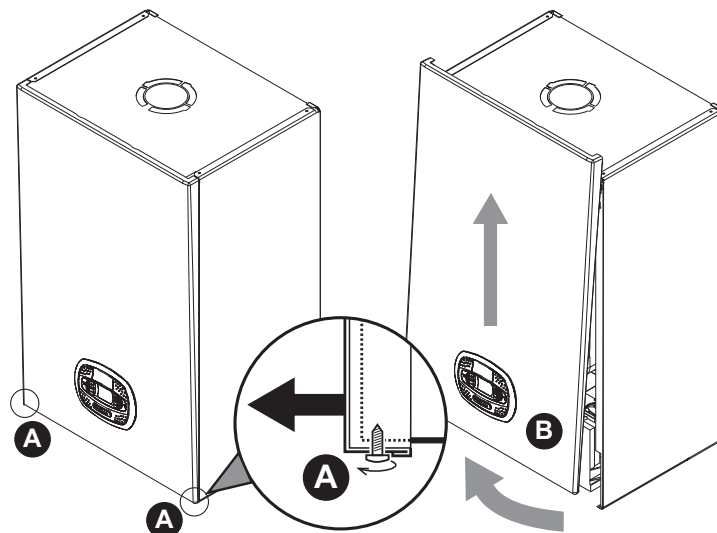

fig. 32- Deschiderea panoului frontal
1. Deșurubați parțial șuruburile **A** (vezi fig. 32).